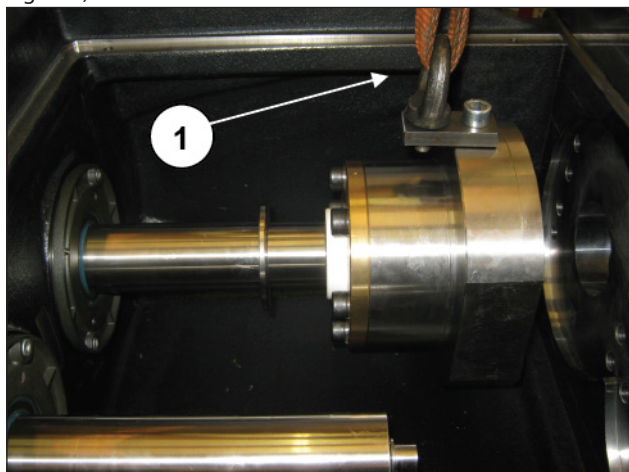

Fig. 204
Sfilare il supporto camicia dalla testata facendolo scorrere sul pistone, sostenendolo dal golfare (pos. ①, Fig. 204) e svitare la vite M10 che fissa il pistone liberando così tutto il gruppo che ora può essere estratto dal carter anteriore (pos. ①, Fig. 205 e Fig. 206).